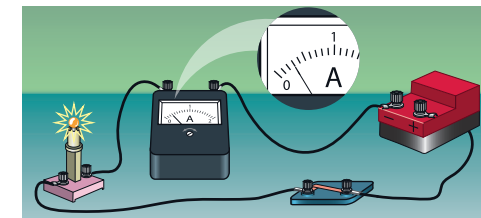

Fig. 3
4. În fig. 3 este reprezentată măsurarea intensității curentului în circuit. Desenați schema circuitului electric, notați pe ea polaritatea bornelor ampermetrului. Determinați sarcina, care trece prin secțiunea transversală a filamentului becului în 10 min.